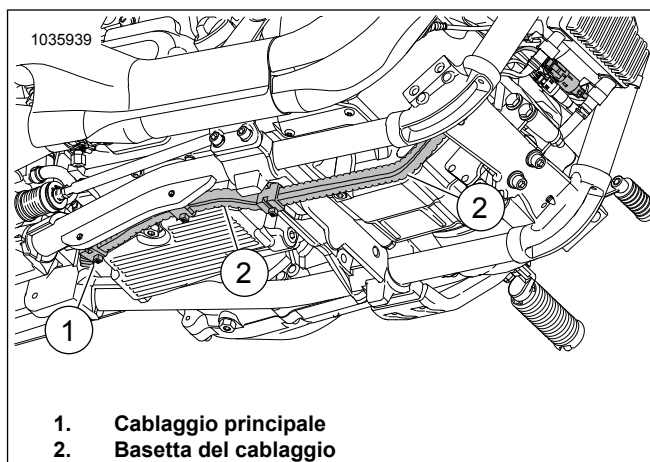

Figura 44. Bassetta del cablaggio
14. Vedere Figura 44. **Sensore dell'ossigeno anteriore (guida lunga del cablaggio):**
- individuare il cablaggio principale (1) diretto verso la bassetta del cablaggio (2).
- Far passare il cablaggio lungo il contenitore del cablaggio principale (2) verso il connettore del sensore dell'ossigeno anteriore.
- Fissare il cablaggio al lato interno della bassetta del cablaggio (2) usando fascette fermacavi secondo necessità.